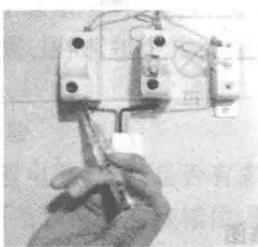

图 1-22 电笔检查相线
(1) 断路:相线、零线均可能出现断路。断路故障发生后,负载将不能正常工作。产生断路的原因主要是:熔丝熔断、线头松脱、断线、开关没有接通、铝线接头腐蚀等。断路故障的检查方法为:如果灯泡不亮,应首先检查是否灯丝烧断;若灯丝未断,则应检查开关和灯头是否接触不良、有无断线等。为了尽快查出故障点,对插入式熔断器可直接取下观察内装的熔丝有无熔断,也可用电笔测量输出电压,按图1-22所示方法握电笔分别测试两熔断器的下桩头。测量时,正常情况相线(火线)端电笔应发光,零线端应不发光,如测出的情况与上述不同,则熔断器熔丝熔断,取下后更换熔丝即可。